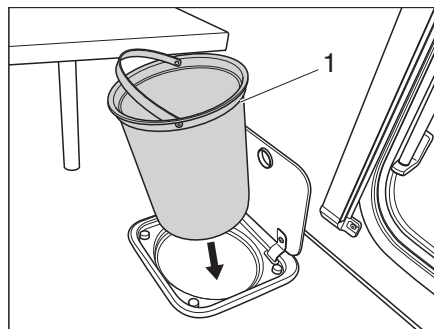

Fig. 169 Poubelle de la cuisine
- Retirer la poubelle (Fig. 169,1) par l'anse et la vider conformément aux prescriptions en vigueur.